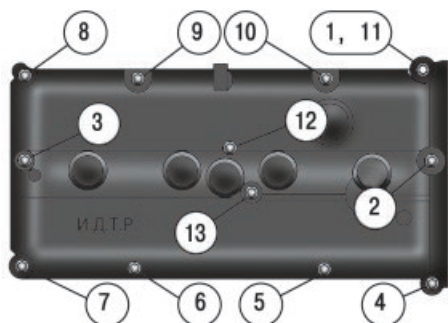

Рис. 5.23. Порядок затяжки болтов крепления крышки головки блока цилиндров двигателя Duratec Ti-VCT объемом 1,6 л
9. Установите крышку головки блока цилиндров с новой прокладкой и все снятые детали в порядке, обратном снятию. Болты крепления крышки затягивайте в порядке, показанном на рис. 5.23, в два этапа: